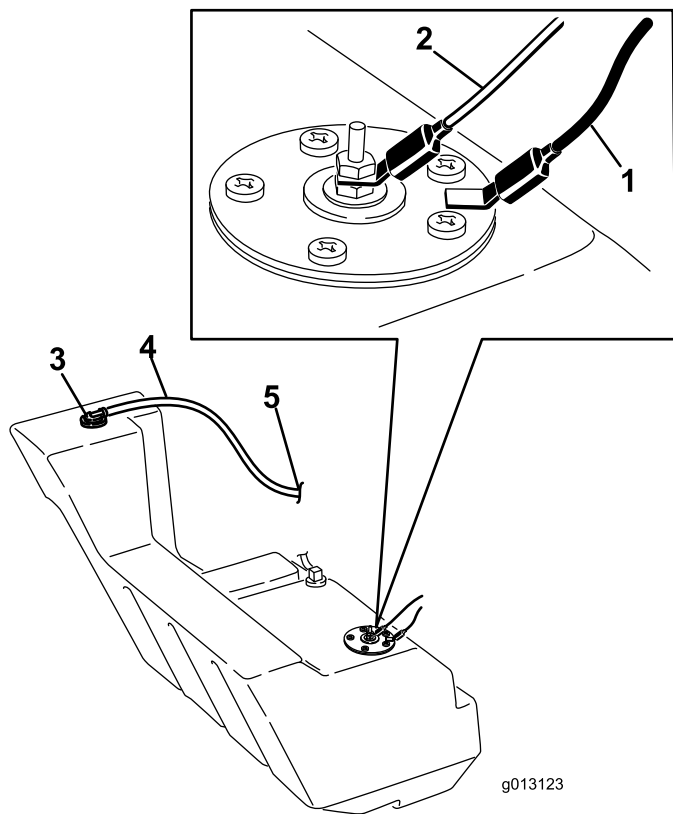

Figure 64
11. Débranchez les 2 fils reliés au côté droit du réservoir (Figure 64).
20. Sur le côté droit du réservoir, raccordez le fil orange à la borne centrale et le fil noir à la borne extérieure (Figure 64).